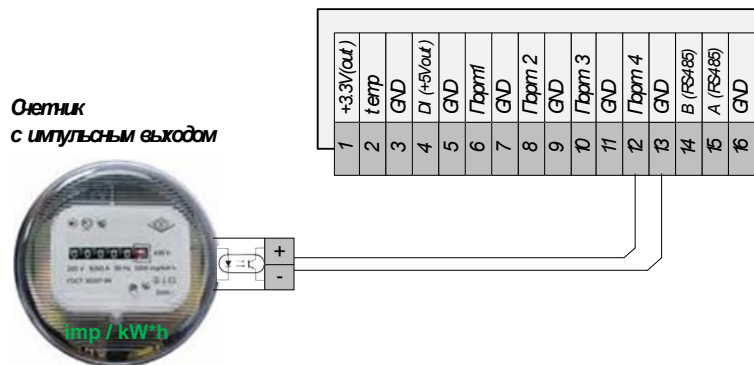

Рис.10.1. Подключение импульсного выхода с прибора учета
10.2. Требуется соблюдать полярность см. рис. 10.1.